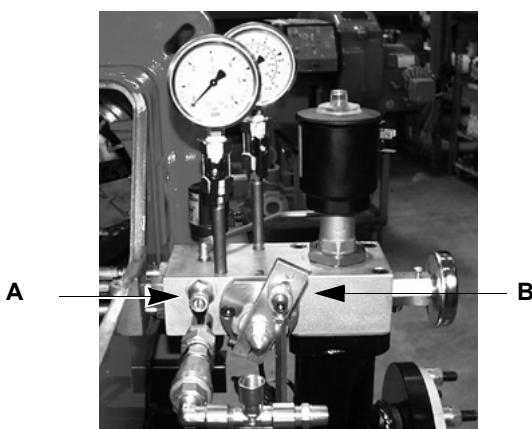

Рис. 24
- Снять и почистить регулятор сжатого воздуха, А на Рис. 24.
Снять и почистить регулятор мазутного топлива, В на Рис. 24.